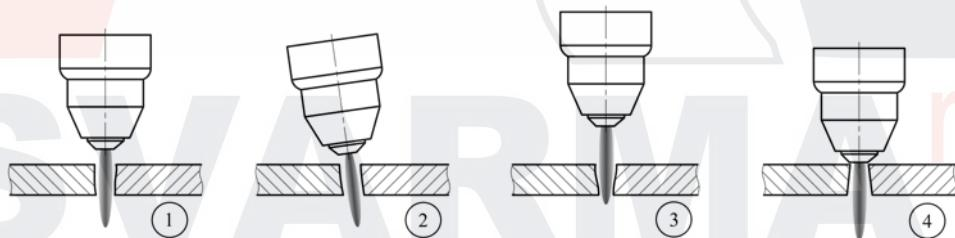

Рис. 9.6. Влияние угла наклона на качество реза.
- **Угол наклона плазмотрона относительно разрезаемого металла (См. рис. 9.6).**